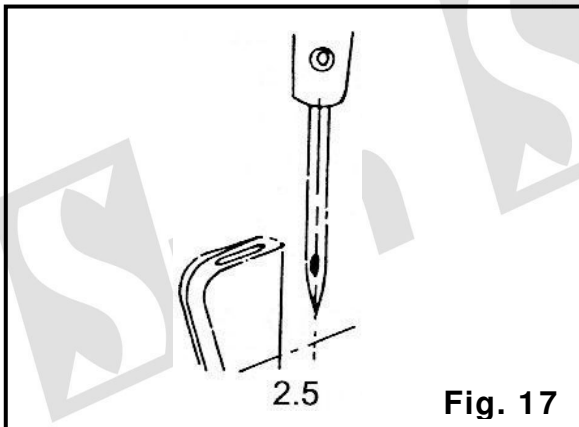

Fig. 17
6. **Looper do ponto cadeia e agulha Fig.17**